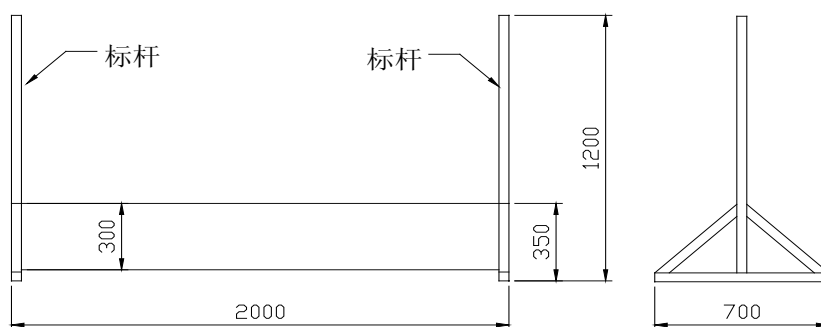

图 5，障碍板结构图
2) 在赛段的中点（离起点 10 米处）设有如图 5 所示的高度为 35cm 的木结构障碍板，要求选手在绕标往返过程中越过障碍板；